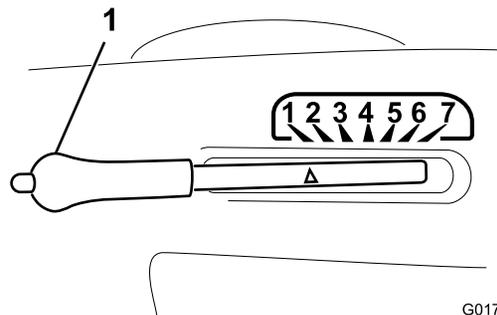

Figura 7
**Importante:** Es necesario poner la palanca de ajuste de la altura de corte en su posición más alta (7) al llevar la máquina fuera del césped, con objeto de evitar dañar las cuchillas.
1. Pulse y mantenga pulsado el botón de la palanca de ajuste de la altura de corte (Figura 7).